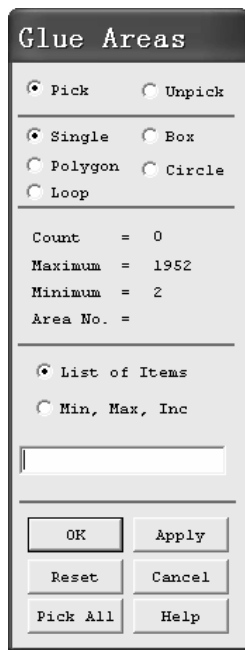

图 10-12 “Glue Areas” 窗口
(1) 依次选择 Main Menu>Preprocessor>Modeling>Operate>Booleans>Glue>Areas, 出现 “Glue Areas” 窗口 (见图 10-12)。